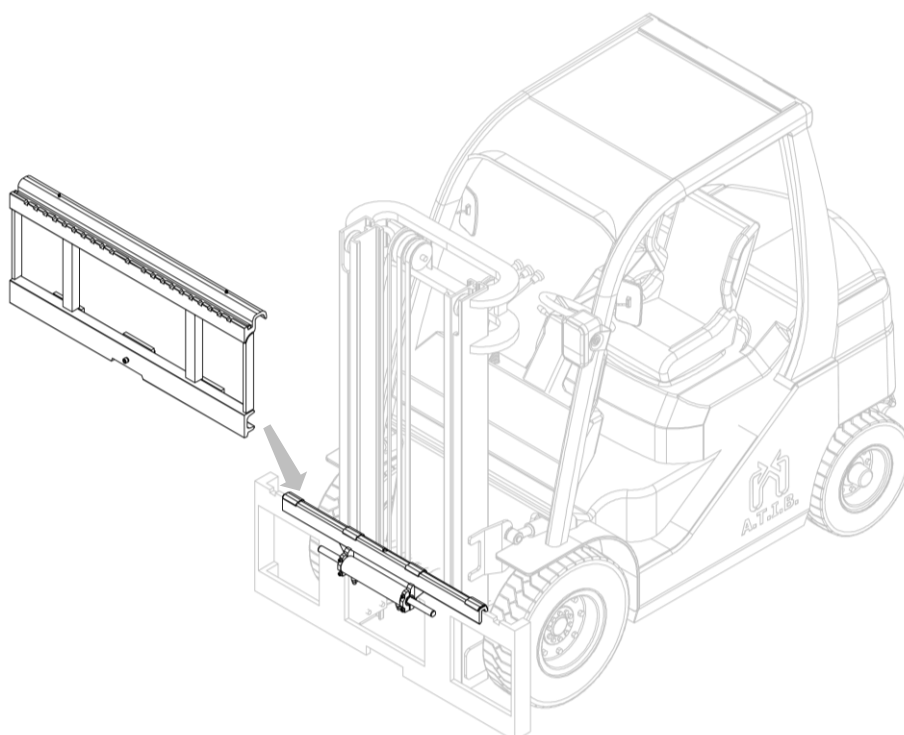

Abbildung 9
7. Dann haken Sie das Anbaugerät mittels eines Laufkrans oder eines Hebezeugs mit ausreichender Tragkraft ein und positionieren Sie es auf dem Gleitprofil. Bitte auf die richtige Positionierung des Anbaugeräts achten (*Abbildung 9*).